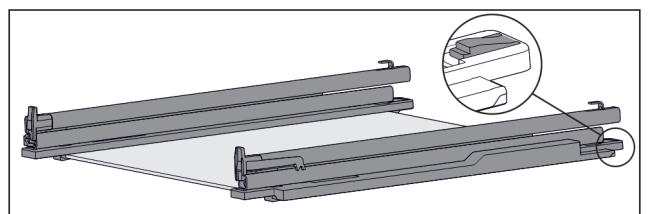

Fig. 149 Glasplaat met rails en vasthoudende delen
- Vasthouddel achter omlaag duwen (zie Fig. 149) en tegelijk rails naar achteren schuiven.